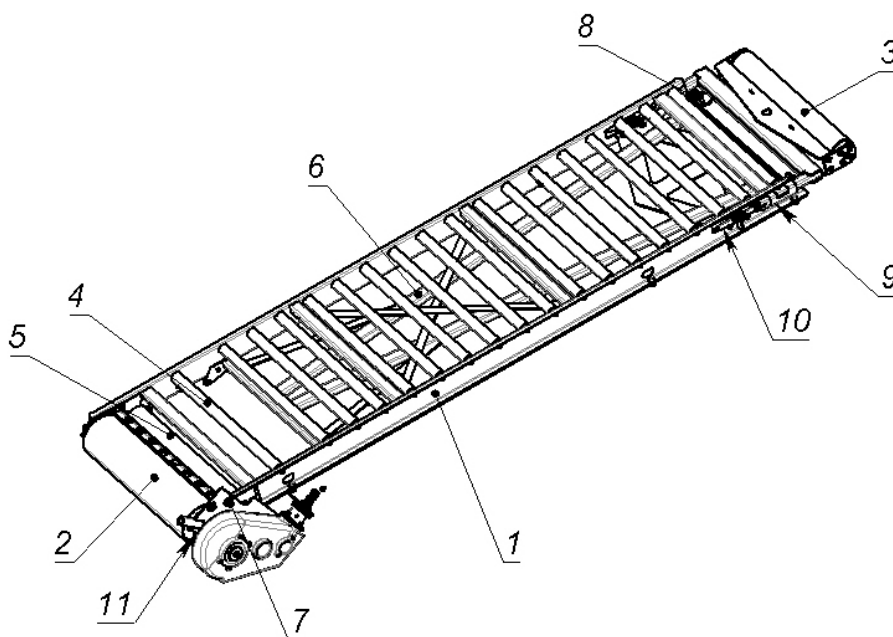
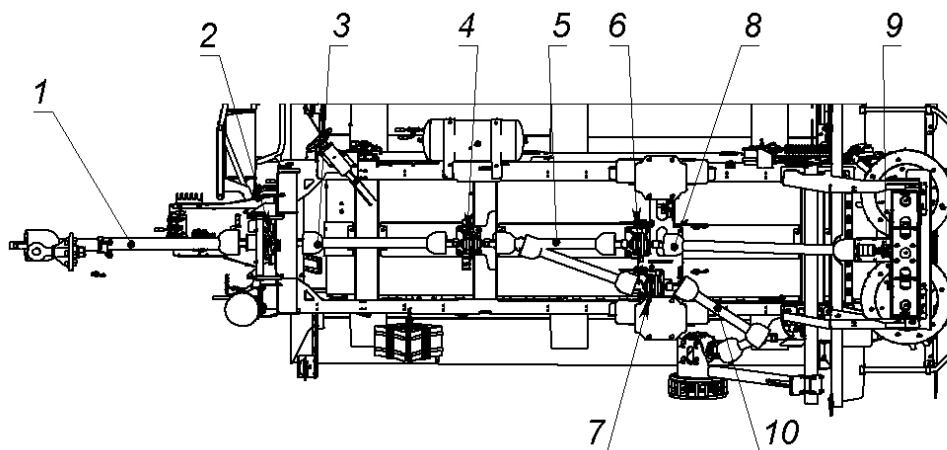

Рисунок 6 – Ленточный транспортер
Рисунок 8 - Привод разбрасывающего механизма
2.7 Внутри рамы устанавливается ленточный транспортер (Рисунок 6), предназначенный для перемещения удобрения к механизму, разбрасывающему (разбрасывающим тарелкам).
Натяжение ленты транспортера осуществляется с помощью шпилек 10, расположенных с двух сторон транспортера (Рисунок 6).
Во время работы транспортера периодически контролировать: лента не должна сбегать с барабана по ширине – регулировать болтами 8 (Рисунок 6); транспортируемый материал не должен быть на поверхности барабана под лентой; металлическое приводное колесо не должно скользить по поверхности резины
Привод механизма внесения (вращение разбрасывающих тарелок) обеспечивается следующим образом. ВОМ трактора соединяется широкоугольным карданным валом с предохранительной муфтой (или срезной болт) 1 (Рисунок 8), установленным в подшипниковой опоре 2 и передающим крутящий момент на карданный вал 3 и 5 через промежуточные опоры 4 и 6. К опоре 6 ней крепится карданный вал 8 с обгонной муфтой. Другой стороной он установлен на вал центрального редуктора узла привода. Он приводит через муфты два боковых редуктора, справа и слева, на которых установлены разбрасывающие тарелки.
ВНИМАНИЕ: при работе с распределяющими тарелками для извести, привод транспортера обеспечить от карданного вала согласно п. 2.8 (Рисунок 8). Ширина внесения – 10-12 м. Для чего снять болт фиксации редуктора привода транспортера 7 (Рисунок 6), повернуть редуктор по часовой стрелки вниз и вставить болт в отверстие. Присоединить карданный вал с ЗИПа разбрасывателя к валу подшипникового узла 7. Металлическое колесо привода транспортера зафиксировать в верхнем положении.